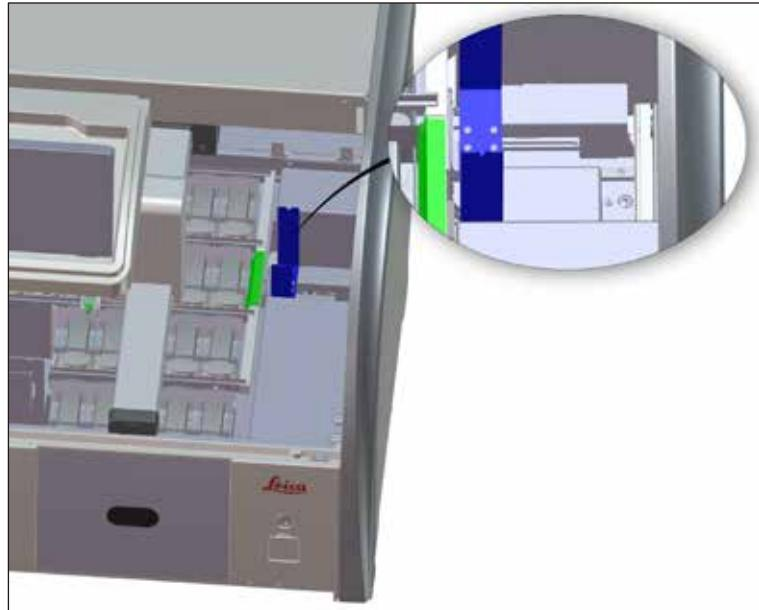

図 94
- 搬送ステーション（→「図 94」）は、試薬残渣がないか定期的に点検し、必要に応じて低刺激性で pH 中性の市販の洗浄剤で清掃します。